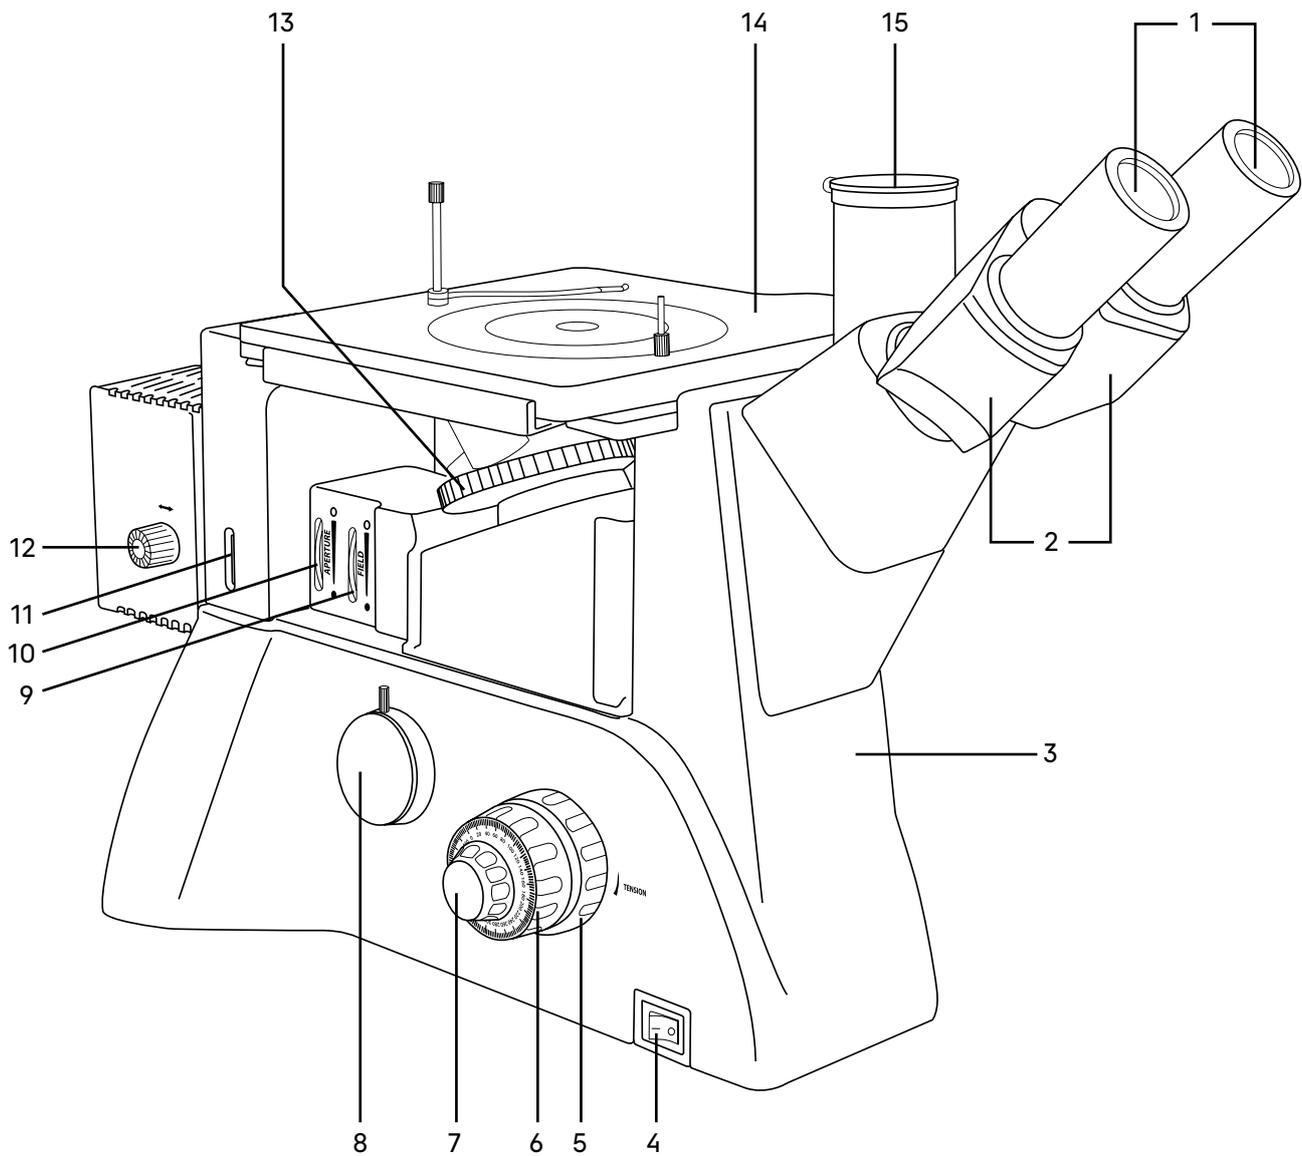
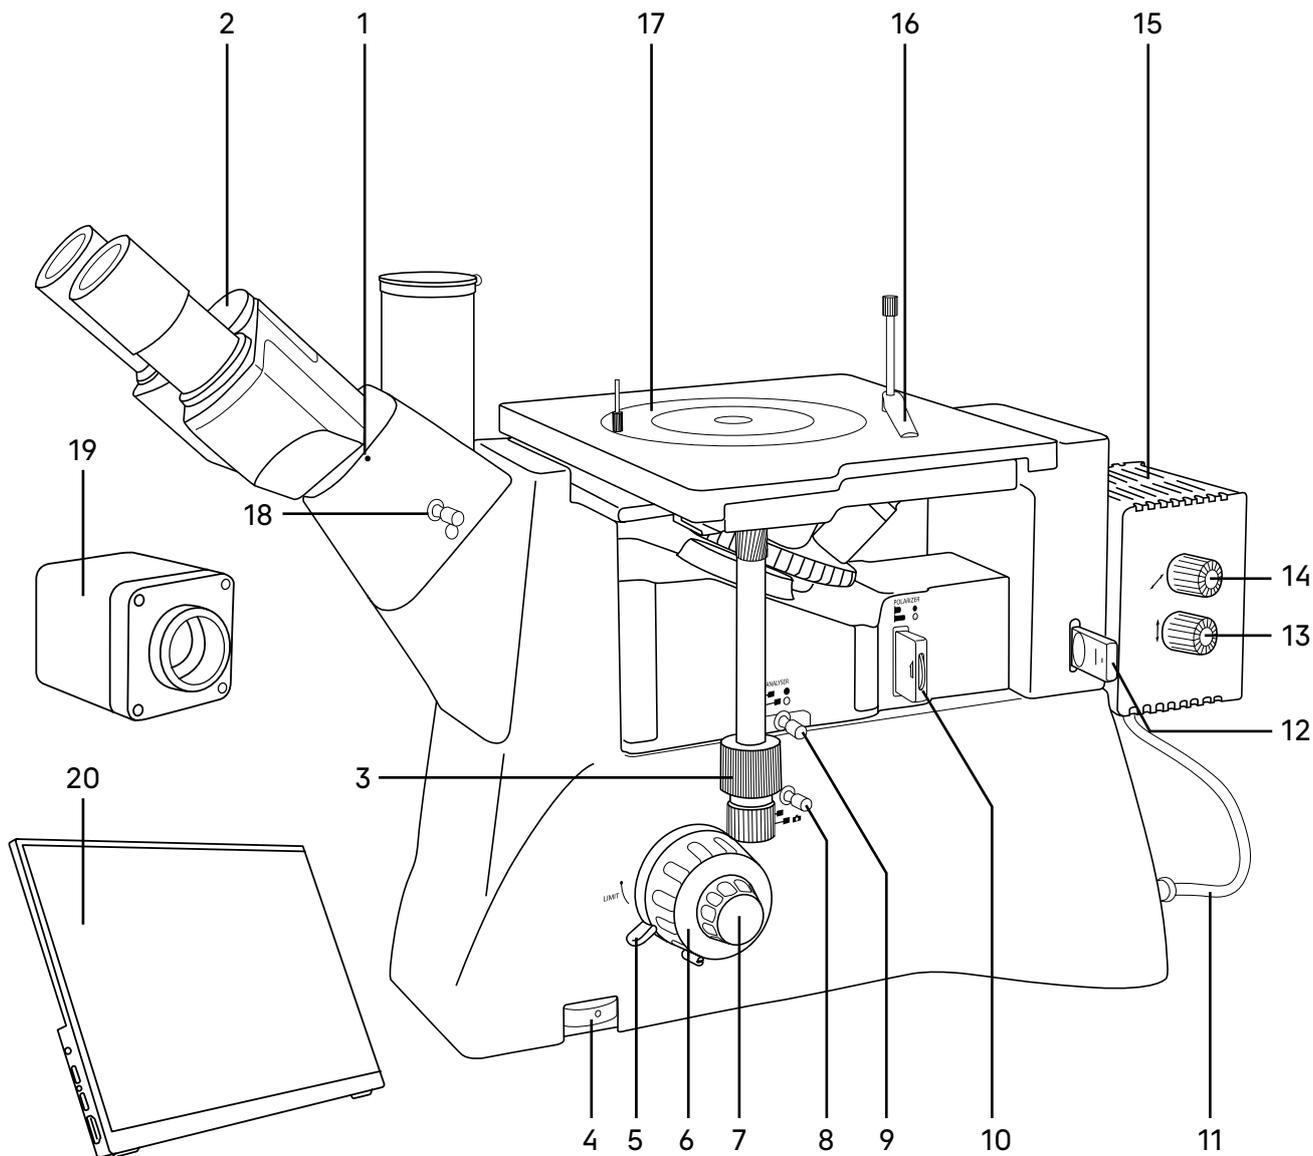

Рис. 1. Микроскоп MAGUS Metal VD700 LCD. Вид слева
Рис. 2. Микроскоп MAGUS Metal VD700 LCD. Вид справа
Общий вид микроскопа представлен на рис. 1 и 2.
На штативе 3 (рис. 1) закреплены:
- револьвер 13 (рис.1) с объективами;
- предметный столик 14 (рис. 1);
- тубусы визуальной насадки 2 (рис. 1);
- фонарь лампы 15 (рис. 2).
На левой боковой поверхности штатива расположен выключатель 4 (рис. 1) сетевого напряжения. В положении «→» включается, а в положении «0» выключается сетевое напряжение.
На правой боковой поверхности штатива расположен диск 4 (рис. 2) для регулировки напряжения питания источника света.
На левой боковой поверхности штатива расположен канал визуализации 8 (рис. 1) для установки камеры. Микроскоп укомплектован адаптером C-mount, который устанавливается в этот канал и закрепляется в нем винтом. На адаптер устанавливается камера. Камера служит для вывода изображения на экран компьютера или монитор/телевизор.
Фокусировка на объект осуществляется перемещением по высоте револьверного устройства с объективами. Грубая фокусировка производится вращением коаксиальных рукояток 6 (рис. 1, 2), расположенных по обеим сторонам штатива.
Тонкая фокусировка производится вращением рукояток 7 (рис. 1, 2), расположенных по обеим сторонам штатива. Тонкая фокусировка требуется для более точного фокусирования на объект и для подфокусировки микроскопа на резкость изображения при смене объективов и препаратов. Цена деления тонкой фокусировки – 2 мкм.
Механизм регулировки жесткости хода грубой фокусировки 5 (рис. 1) – кольцо между штативом и рукояткой грубой фокусировки с левой стороны. С помощью кольца регулируется жесткость хода грубой фокусировки так, чтобы жесткость была комфортной для пользователя, но при этом револьвер с объективами не опускался самопроизвольно во время работы.
Механизм блокировки грубой фокусировки 5 (рис. 2) расположен с правой стороны. После завершения грубой фокусировки рекомендуется перевести рычаг в крайнее положение в направлении по часовой стрелке. Таким образом закрепится положение грубой фокусировки для быстрой рефокусировки после смены препарата.
Тринокулярная визуальная насадка обеспечивает визуальное наблюдение изображения объекта. Насадка закреплена на штативе 3 (рис. 1). В гнездо насадки устанавливается блок окулярных тубусов 2 (рис. 1) и закрепляется винтом 1 (рис. 2). При установке поверните тубусы вверх или вниз для удобства наблюдения.
Изменение межзрачкового расстояния в насадке осуществляется разворотом окулярных тубусов в пределах 48–75 мм. Значение расстояния, установленного в соответствии с глазной базой наблюдателя, отсчитывается по шкале 2 (рис. 2) на насадке.
В вертикальный тубус 15 (рис. 1) корпуса визуальной насадки (канал визуализации) с помощью переходника C-mount устанавливается система визуализации с монитором. Переключение светового потока на вертикальный тубус производится рукояткой 8 (рис. 2) и 18 (рис. 2). Рукоятка имеет два положения: 100/0 и 50/50.
В комплект микроскопа входят окуляры 1 (рис. 1). Окуляры имеют высокое положение выходного зрачка и предназначены для работы как в очках, так и без них.
Револьверное устройство 13 (рис. 1) обеспечивает установку пяти объективов. Смена объективов производится вращением револьверного устройства за конусную рифленую поверхность до фиксированного положения.
Встроенные полевая и апертурная диафрагма отцентрированы в оптической оси на заводе-изготовителе и дополнительной центрировки не требуют. Если появится необходимость, диафрагмы можно отцентрировать регулировочными винтами. Раскрытие/закрытие полевой и апертурной диафрагм производится вращением кольца 9 (рис. 1) и кольца 10 (рис. 1) соответственно.
Двухкоординатный механический предметный столик 14 (рис. 1) закреплен на штативе. Перемещение столика осуществляется рукоятками 3 (рис. 2).
На задней стенке штатива микроскопа находится соединительный переходник. На него устанавливается фонарь галогенной лампы 15 (рис. 2).
Регулировка положения лампы относительно оси осуществляется рукоятками 13, 14 (рис. 2).
Регулировка положения лампы относительно коллектора осуществляется рукояткой 12 (рис. 1).
Для проведения наблюдений в поляризованном свете микроскоп оснащен устройством простой поляризации, которое включает в себя съемные анализатор 9 (рис. 2) и поляризатор 10 (рис. 2). Поляризатор вращается в диапазоне 0–360°. Анализатор выполнен в виде пластины и не оснащен поворотным диском.
В комплект микроскопа входит слайдер со светофильтрами 12 (рис. 2). Слайдер имеет 5 положений: желтый, синий, матовый, зеленый фильтры, а также свободное отверстие. Светофильтры помогают правильно настроить цветопередачу в зависимости от образца исследования, улучшить цветовой баланс и повысить контрастность и яркость изображения.